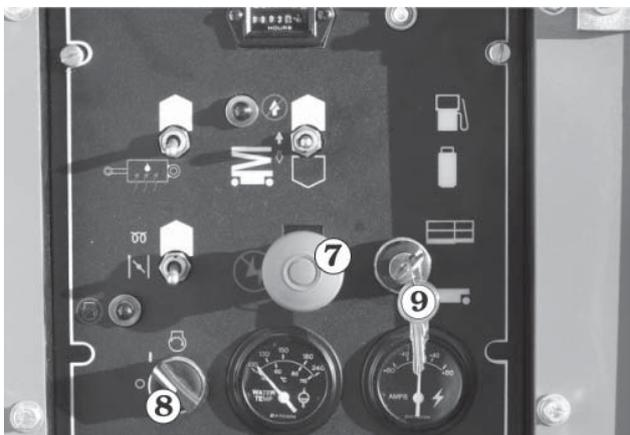

Abb. 10.2
1. Den **Notaus-Schalter** 7 nach unten (Ausstellung) drücken und den **Haupttrennschalter** 8 ausschalten und den Schlüssel 9 herausziehen (siehe Abb. 10.2).